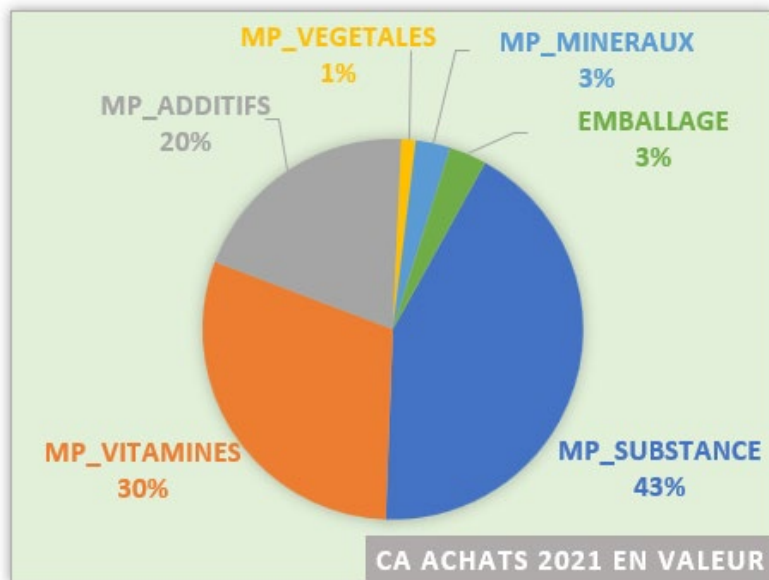

Figure 11 - Répartition des achats en valeur par famille de produits en 2021
- ❑ Figure 11 - Répartition des achats en valeur par famille de produits en 2021